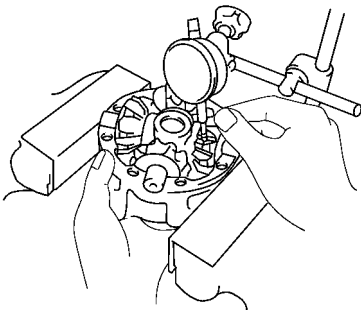

图 14-160 测量侧齿轮的齿隙
3) 握住侧齿轮、测量侧齿轮的齿隙，如图 14-160 所示。